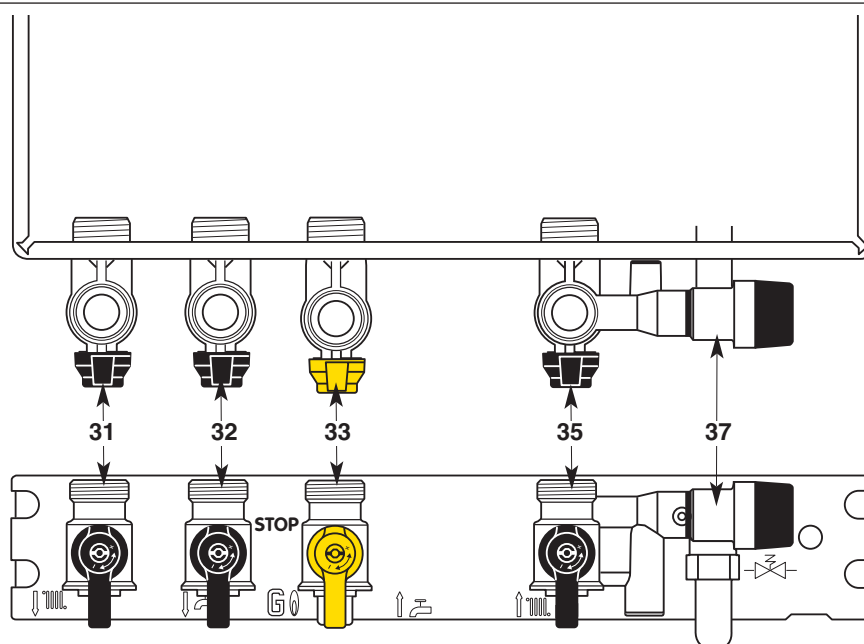

Fig. 23 - Vues de dessus et de face
### Barrette robinetterie (fig. 23)
3. Ouvrez l'arrivée du gaz, robinet gaz **33** (fig. 23), sur la position «  ».
- Coupez l'arrivée du gaz en tournant le robinet **33** (fig. 23), sur la position «STOP»
*Dans certains cas d'installation, il est possible qu'il se produise, après réchauffage de l'eau chaude, un léger réchauffement de la canalisation (et éventuellement d'un radiateur). Pour l'éviter, il suffit de fermer le robinet départ chauffage **31** (fig. 23).*